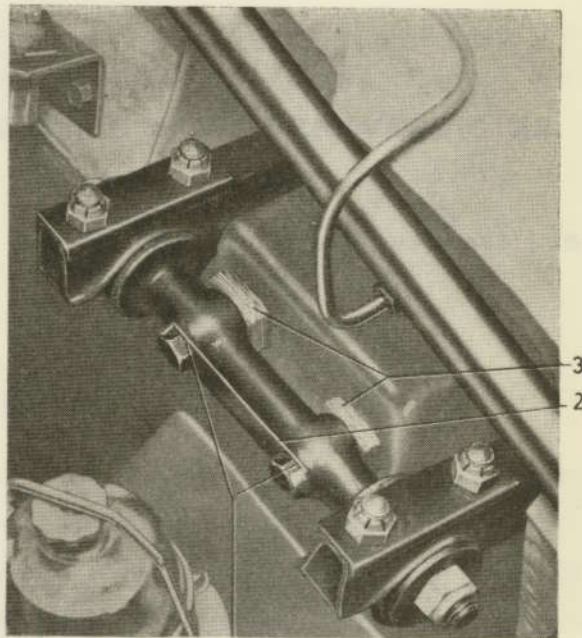

Bild 6-7. Justering av hjul- och axellutning.
Efter axellutningen installeras hjullutningen, som skall vara 0° till $+1/2^\circ$. Den justeras med justermellaniäggen (3 bild 6-7) vid övre länkmarmens axel. Därvid lossas axelns fästskruvar (1) något, antalet justermellaniägg minskas eller ökas beroende på vinkelfelet, varefter skruvarna åtdras. Justermellaniäggen finns i tjocklek 0, 15, 0,5 och 1 mm och hur mycket de ändrar hjullutningen kan utläsas ur diagrammet bild 6-8. Lika tjocka justermellaniägg måste tagas bort eller läggas till vid båda fästskruvarna då i annat fall axellutningen ändras. Då rätt axellutning erhållits låses fästskruvarna med låsbrickan (2).
Är axellutningen ej lika på båda sidor justeras detta med justermellanläggen (3 bild 6-7) vid övre länkarmens axel. Därvid lossas axelns fästskruvar (1) så mycket att justermellanläggen kan lyftas upp. Dessa finns här i tjocklek 0,15, 0,5 och 1 mm och hur mycket de ändrar axellutningen kan utläsas ur diagrammet bild 6-8. Samma ändring erhålles om ett justermellanlägg borttages vid ena fästskruven eller om det lägges till vid den andra. I båda fallen ändras hjullutningen något och förfarandet blir därför delvis beroende på hur man vill ha ändrat denna. Vid rätt hjullutning justeras axellutningen genom att taga bort justermellanlägg. Fästskruvarna skall åtdragas innan ny mätning sker. Då rätt axellutning erhållits låses fästskruvarna med låsbrickan (2).
Efter axellutningen inställes hjullutningen, som skall vara 0° till $+ 1/2^\circ$. Den justeras med justermellanläggen (3 bild 6-7) vid övre länkarmens axel. Därvid lossas axelns fästskruvar (1) något, antalet justermellanlägg minskas eller ökas beroende på vinkelfelet, varefter skruvarna åtdrages. Justermellanläggen finns i tjocklek 0,15, 0,5 och 1 mm och hur mycket de ändrar hjullutningen kan utläsas ur diagrammet bild 6-8. Lika tjocka justermellanlägg måste tagas bort eller läggas till vid båda fästskruvarna då i annat fall axellutningen ändras. Då rätt axellutning erhållits låses fästskruvarna med låsbrickan (2).